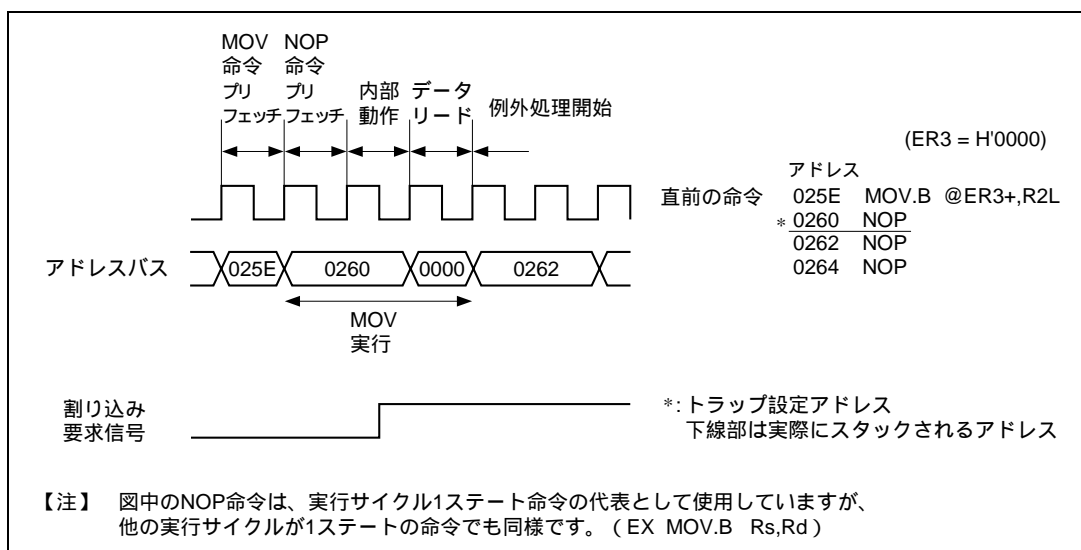

図 25.2 基本動作 (1)
またトラップする命令が分岐命令や条件分岐命令の直後の場合、条件成立または不成立で動作が異なったり、スタックされるアドレスが分岐先になったりすることがあります。図 25.2～図 25.22 に具体的な動作例を示します。
- (1) トラップアドレスの直前の命令が実行サイクル3ステート以上の命令で、かつ次命令のプリフェッチが後ろ2ステート以前のステートで行われる場合を図25.2に示します。スタックされるアドレスは0260番地です。